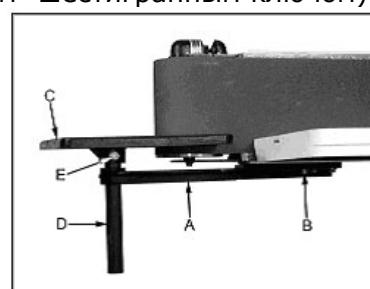

Рис. 5
Закрепите опору для установки бокового стола (A) рис. 5 при помощи четырех болтов и четырех шайб (содержатся в упаковке вместе с 3 мм- шестигранным ключом).
Смонтируйте стойку (D) рис.5 в посадочное отверстие бокового стола (C) рис.5, при этом шестигранный болт (E) рис.5 закрутите в утолщение посадочного отверстия.